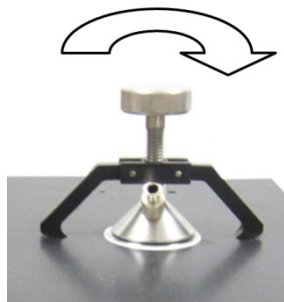

图 11. 固定流通池压头设备
- 4 逆时针旋转流通池压头设备的翼形螺丝，为连接壳体留出空间。将流通池压头设备连接到 5500a FTIR 底板和流通池壳体。将两个手指插入压头臂底部 5500a FTIR 底板的槽中。用一只手将螺丝头与壳体埋头孔的中心对准。用另一只手顺时针拧紧螺丝，直到螺丝头与流通池壳体啮合（请参见图 11）。继续拧，直到将压头设备拧紧（通常，与壳体初次接触后，还要再拧紧不超过半圈）。注意不要过度拧紧，否则会损坏压头组件。
- 2 应首先安装流通池，然后使用 Luer 锁进样针（由用户提供）将样品注入流通池中。要安装流通池，可逆时针旋转流通池压头设备的翼形螺丝，为连接壳体留出空间。将流通池压头设备连接到 5500a FTIR 底板和流通池壳体。将两个手指插入压头臂底部 5500a FTIR 底板的槽中。用一只手将螺丝头与壳体埋头孔的中心对准。用另一只手顺时针拧紧螺丝，直到螺丝头与流通池壳体啮合（请参见图 11）。继续拧，直到将压头设备拧紧（通常，还要再拧紧不超过半圈）。注意不要过度拧紧，否则会损坏压头组件。
- 3 建议（但不是必须）使用两 (2) 个 Luer 锁进样针将样品注入流通池中。一个进样针装满样品，第二个进样针是空的，用于将样品吸到流通池中，以形成真空抽吸条件。此过程可降低流通池中的内部压力，降低样品泄漏的风险。确保注入足够的样品，以保证它能够到达并覆盖金刚石晶体的整个表面区域。
- 2 应首先安装流通池，然后使用低压泵系统（由用户提供）将样品注入流通池中。要安装流通池，可逆时针旋转流通池压头设备的翼形螺丝，为连接壳体留出空间。将流通池压头设备连接到 5500a FTIR 底板和流通池壳体。将两个手指插入压头臂底部 5500a FTIR 底板的槽中。用一只手将螺丝头与壳体埋头孔的中心对准。用另一只手顺时针拧紧螺丝，直到螺丝头与流通池壳体啮合（请参见图 11）。继续拧，直到将压头设备拧紧（通常，还要再拧紧不超过半圈）。注意不要过度拧紧，否则会损坏压头组件。